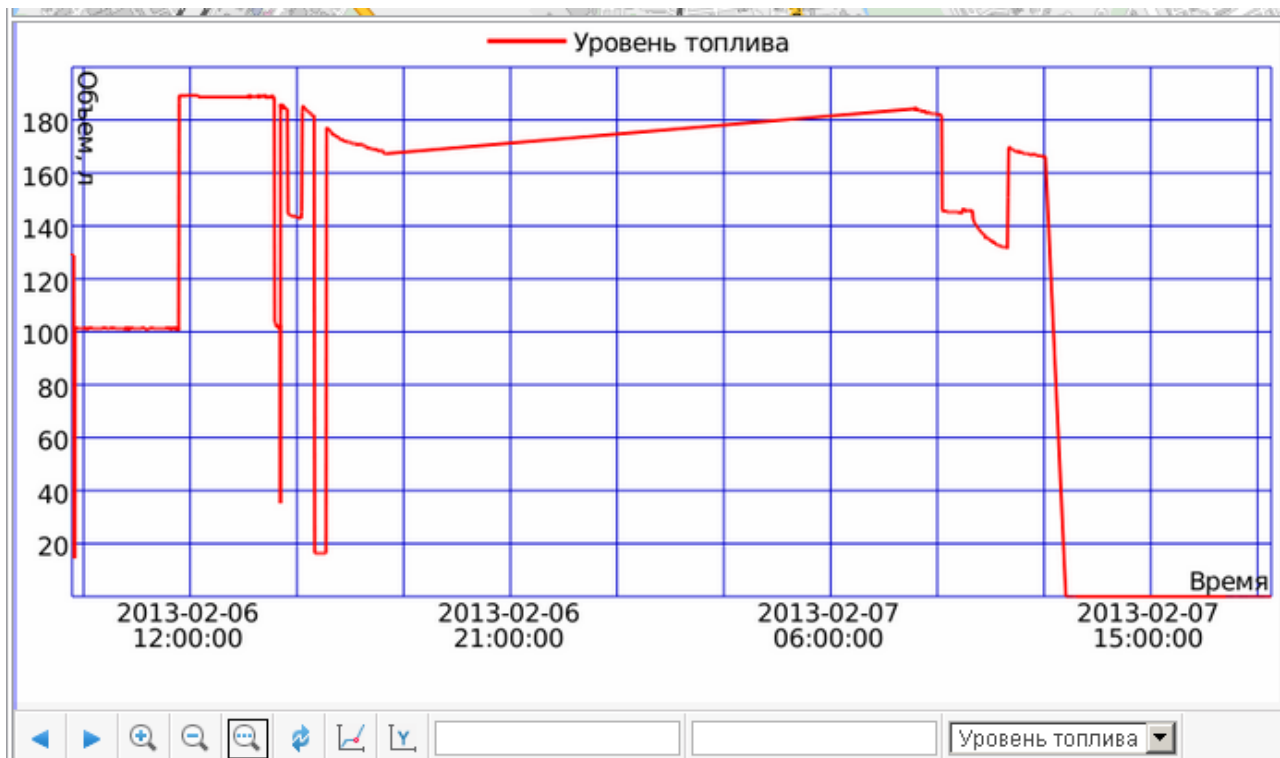

Рисунок 31
3.10. График уровня топлива должен корректно отображать изменение уровня (Рис. 31):